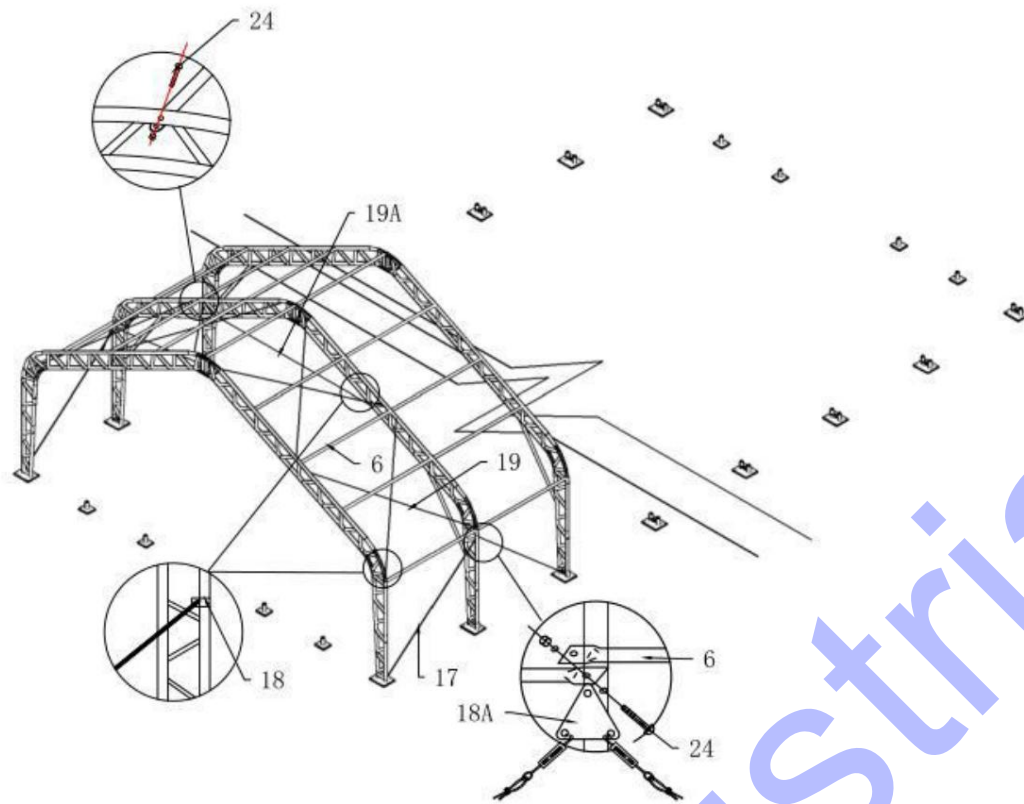

Figure 8
4. Connectez la panne (n° 6) à l'arche en utilisant le boulon M10x80 mm (n° 24) tour à tour (voir Figure 8), puis connectez le fil d'acier (n° 17 et n° 19) sur le dessus et sur le côté en utilisant le clip (n° 18) (voir Figure 8).